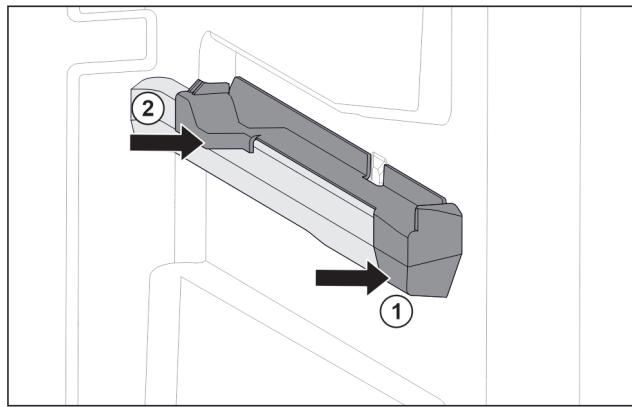

Fig. 75 右侧容器肋梁上的插装件
- 将插装件前部放到容器肋梁上。 Fig. 75 (1)
- 压紧插装件后部。 Fig. 75 (2)